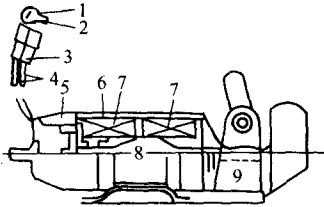

图 1-14 电磁铁结构
(1) 电磁铁式自动车门锁。这种汽车电控门锁的开启和锁闭均由电磁铁驱动,其电磁铁结构如图 1-14 所示,它的内部设有两个线圈,分别用来开启、锁闭车门锁。门锁集中操作按钮平时处于中间位置,用于按压即可开启或锁闭车门。这种车门锁的优点是结构简单,内部摩擦力小,动作敏捷,操作方便;缺点是耗电量大,电磁铁质量大且动作时有撞击声。